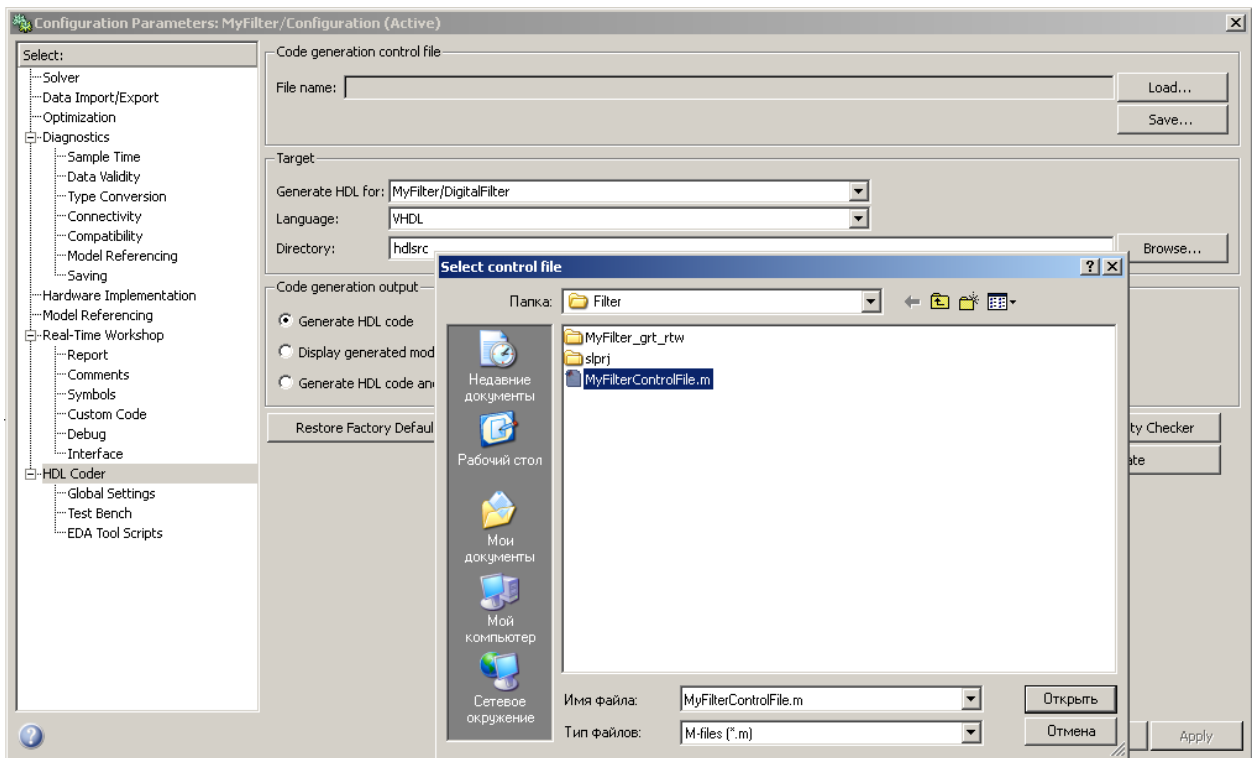

Рис. 13. Выберите сгенерированный MyFilterControlFile в качестве Code generation control file
6. Укажите созданный MyFilterControlFile в качестве Code Generation Control File. Для этого переключитесь в окне диалога Configuration Parameters нажмите на кнопку Load и в открывшейся директории выберите для загрузки MyFilterControlFile (рис. 13).